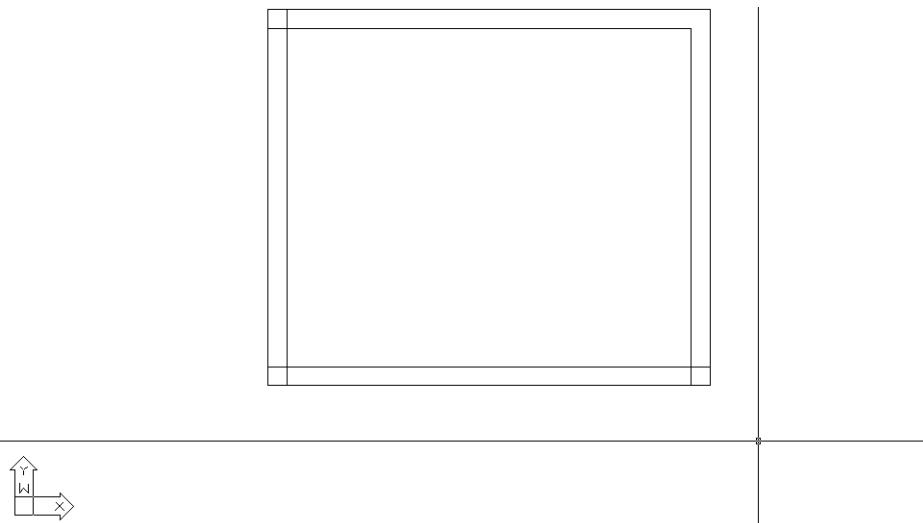

Рис. 2.13 ▶ Линии первого внутреннего угла сопряжены
3. Как только вы щелкните на второй линии, они будут сопряжены с нулевым радиусом, в результате чего эти линии образуют прямой угол (рис. 2.13), а работа инструмента **Сопряжение** (Fillet) автоматически завершится. Нажмите **Enter** для повторного запуска команды **Сопряжение** (FILLET).